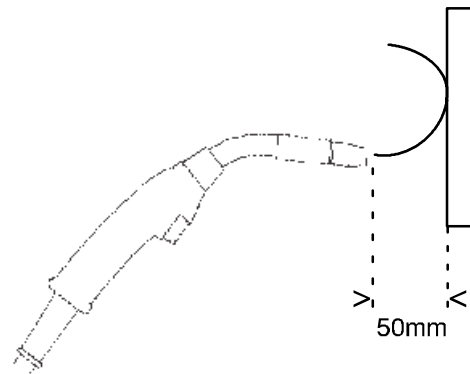

Fig. 2
- Cuando se coloca la antorcha a una distancia de aproximadamente 50 mm del pedazo de madera, el alambre debe ser alimentado hacia afuera, quedando doblado (fig. 2).